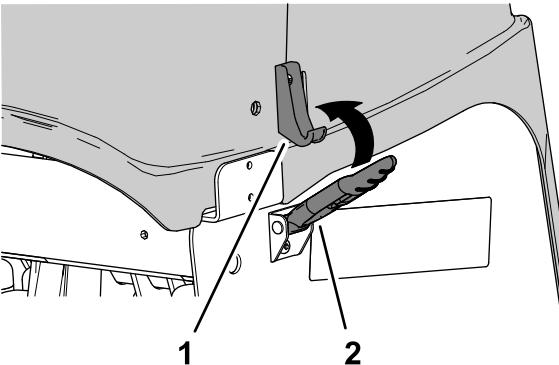

图 153
2. 打开 4 个闩锁位置处的打孔头盖板的闩锁 图 153。